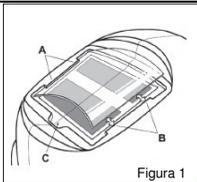

Figura 1
Reemplazo de la lente de protección delantera: reemplace la lente de protección delantera si está dañada (agrietada, manchada o picada). Coloque un dedo en el resalte (C) en el borde inferior de la tapa de la lente y flexione la lente hacia arriba hasta que se libere de los bordes marcados A y B (consulte la figura 1).